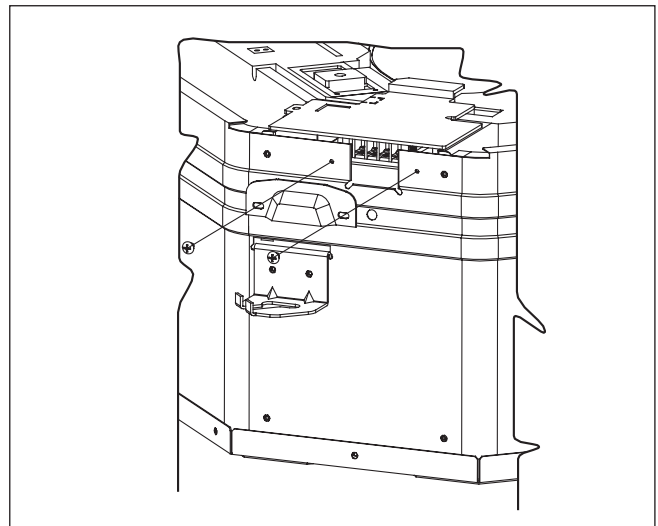

Figura 3
1. Retire a cobertura da cablagem desparafusando os 2 parafusos conforme apresentado na Figura 3.